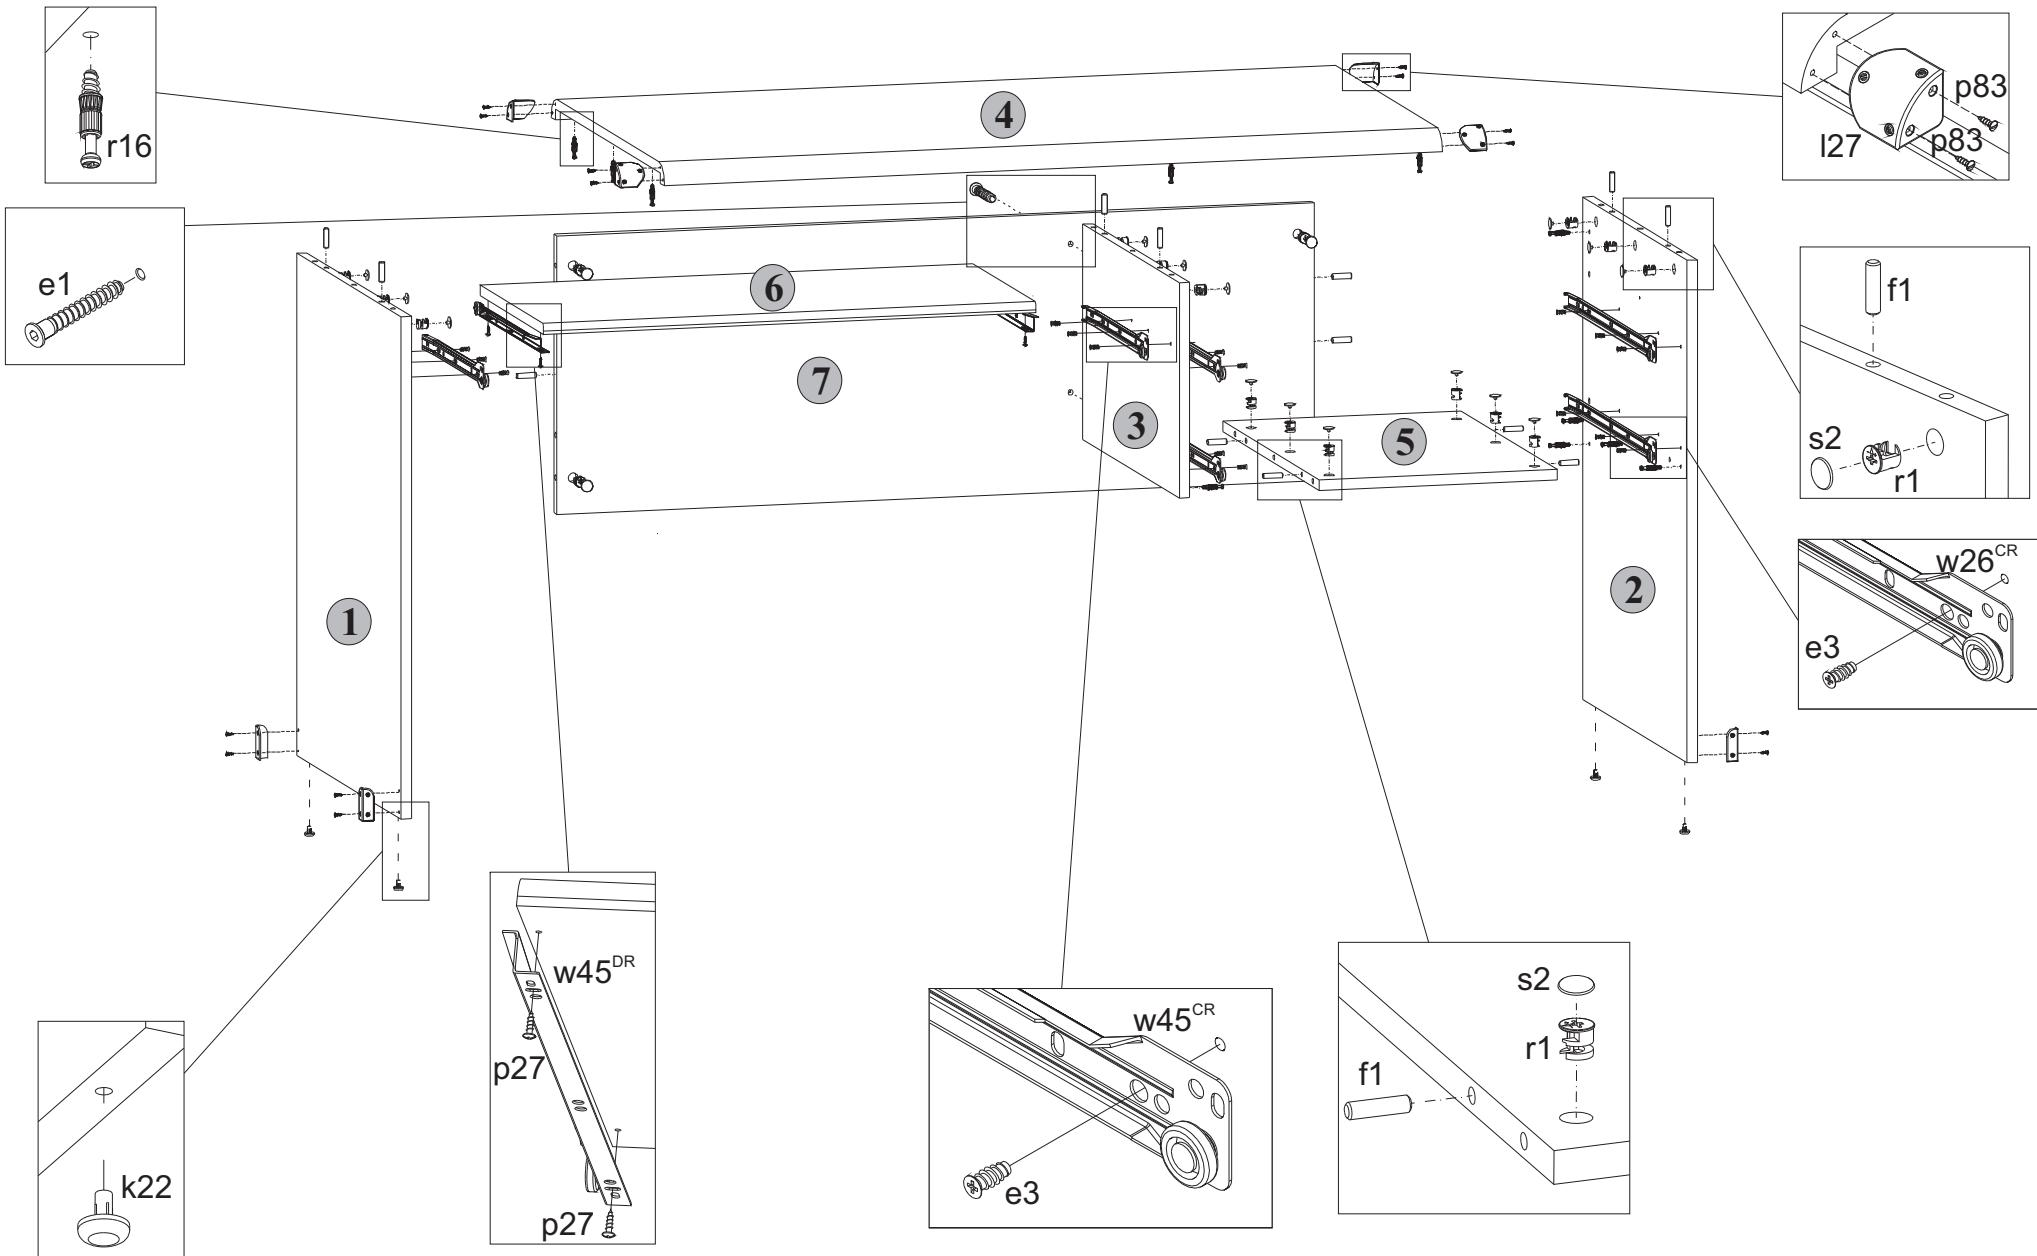

Рис. 2
полимерные **k22** (подпятники) (см.рис. 2).
5.10 К щиту **7** присоединить детали **2** и **3**. Стянуть детали **2** и **7** стяжками эксцентриковыми **r1**, пользуясь специальным ключом **z1** из комплекта фурнитуры. Стяжки эксцентриковые закрыть заглушками **s2**. Стянуть детали **3** и **7** еврошурупами **e1**, пользуясь специальным ключом **z1** из комплекта фурнитуры. Закрыть головки еврошурупов заглушками **s1** (см.рис. 2).
5.12 К стенкам боковым **1** и **2**, а также к стенке средней **3** присоединить щит верхний **4** и затянуть стяжки эксцентриковые **r1**, пользуясь специальным ключом **z1** из комплекта фурнитуры. Стяжки эксцентриковые закрыть заглушками **s2** (см.рис. 2).
5.23 К полке выкатной **6** шурупами **p27** закрепить направляющие **w45^{DL}** и **w45^{DR}**, как показано на **рис. 2**.
5.5 В отверстия диаметром 5 мм на нижней поверхности щита верхнего 4, на правой поверхности стенки средней 3 у нижней кромки и на левой поверхности стенки боковой 2 вкрутить винты стяжки M16, пользуясь крестообразной отверткой (см.рис. 2).
5.6 На правой поверхности стенки боковой 1, на правой поверхности стенки средней 3, на левой поверхности стенки боковой 2, на верхней поверхности полки соединительной 5 и на передней поверхности щита 7 в отверстия диаметром 15 мм вставить стяжки эксцентриковые r1 (см.рис. 2).
5.2 В отверстия диаметром **8 мм** на верхних кромках стенок боковых **1 и 2**, на верхней кромке стенки средней **3**, на боковых кромках щита **7**, на боковых кромках полки соединительной **5** вбиты деревянные цанкты **f1** (см.рис. 2).